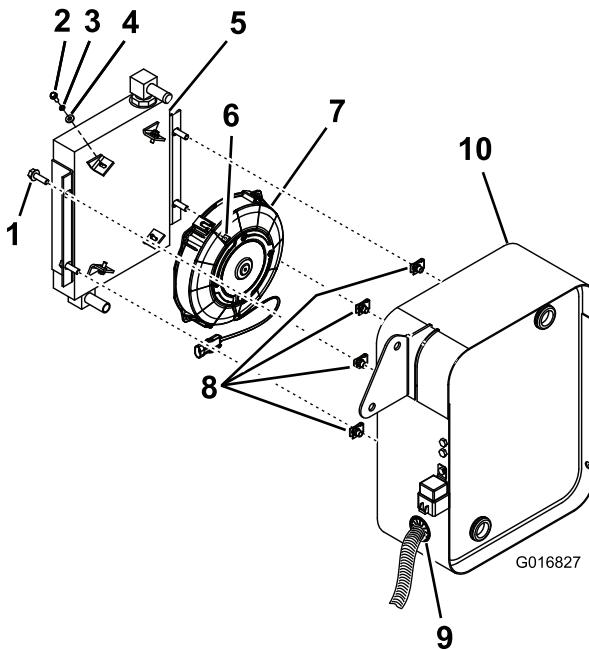

図 5
1. ファンとオイルクーラの組み立てがされていない場合には、ファンをオイルクーラに取り付ける；ねじ(4本)、ロックワッシャ(4枚)、平ワッシャ(4枚)、四角ナット(4個)を使用し、(図5)のように組み立てる。
- ティネマンナット 4 個を 図 5 のようにしてオイルクーラサポートに取り付ける。
- オイルクーラサポートの背面から突き出している2本のホースの端部からクランプを入れ、そして、この2本のホースにバーク (鋸歯) フィッティング (90度 ; 2個) を取り付ける (図 5)。
- ファン&オイルクーラ・アセンブリをオイルクーラサポートに固定する；ボルト (5/16 x 1 インチ) 4本はオイルクーラ側面のフランジに通し、ティネマンナット 4 個はクーラサポート側に使用する (図 5)。